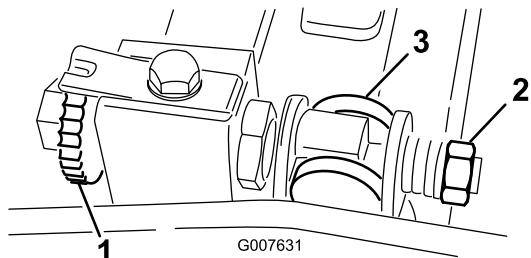

Figura 48
- Rode o parafuso de ajuste da barra de apoio no sentido contrário ao dos ponteiros do relógio, para afastar a lâmina de corte do cilindro (Figura 48).
- Faça recuar a porca da mola tensora até que a anilha deixe de estar sob tensão contra a barra de apoio (Figura 48).